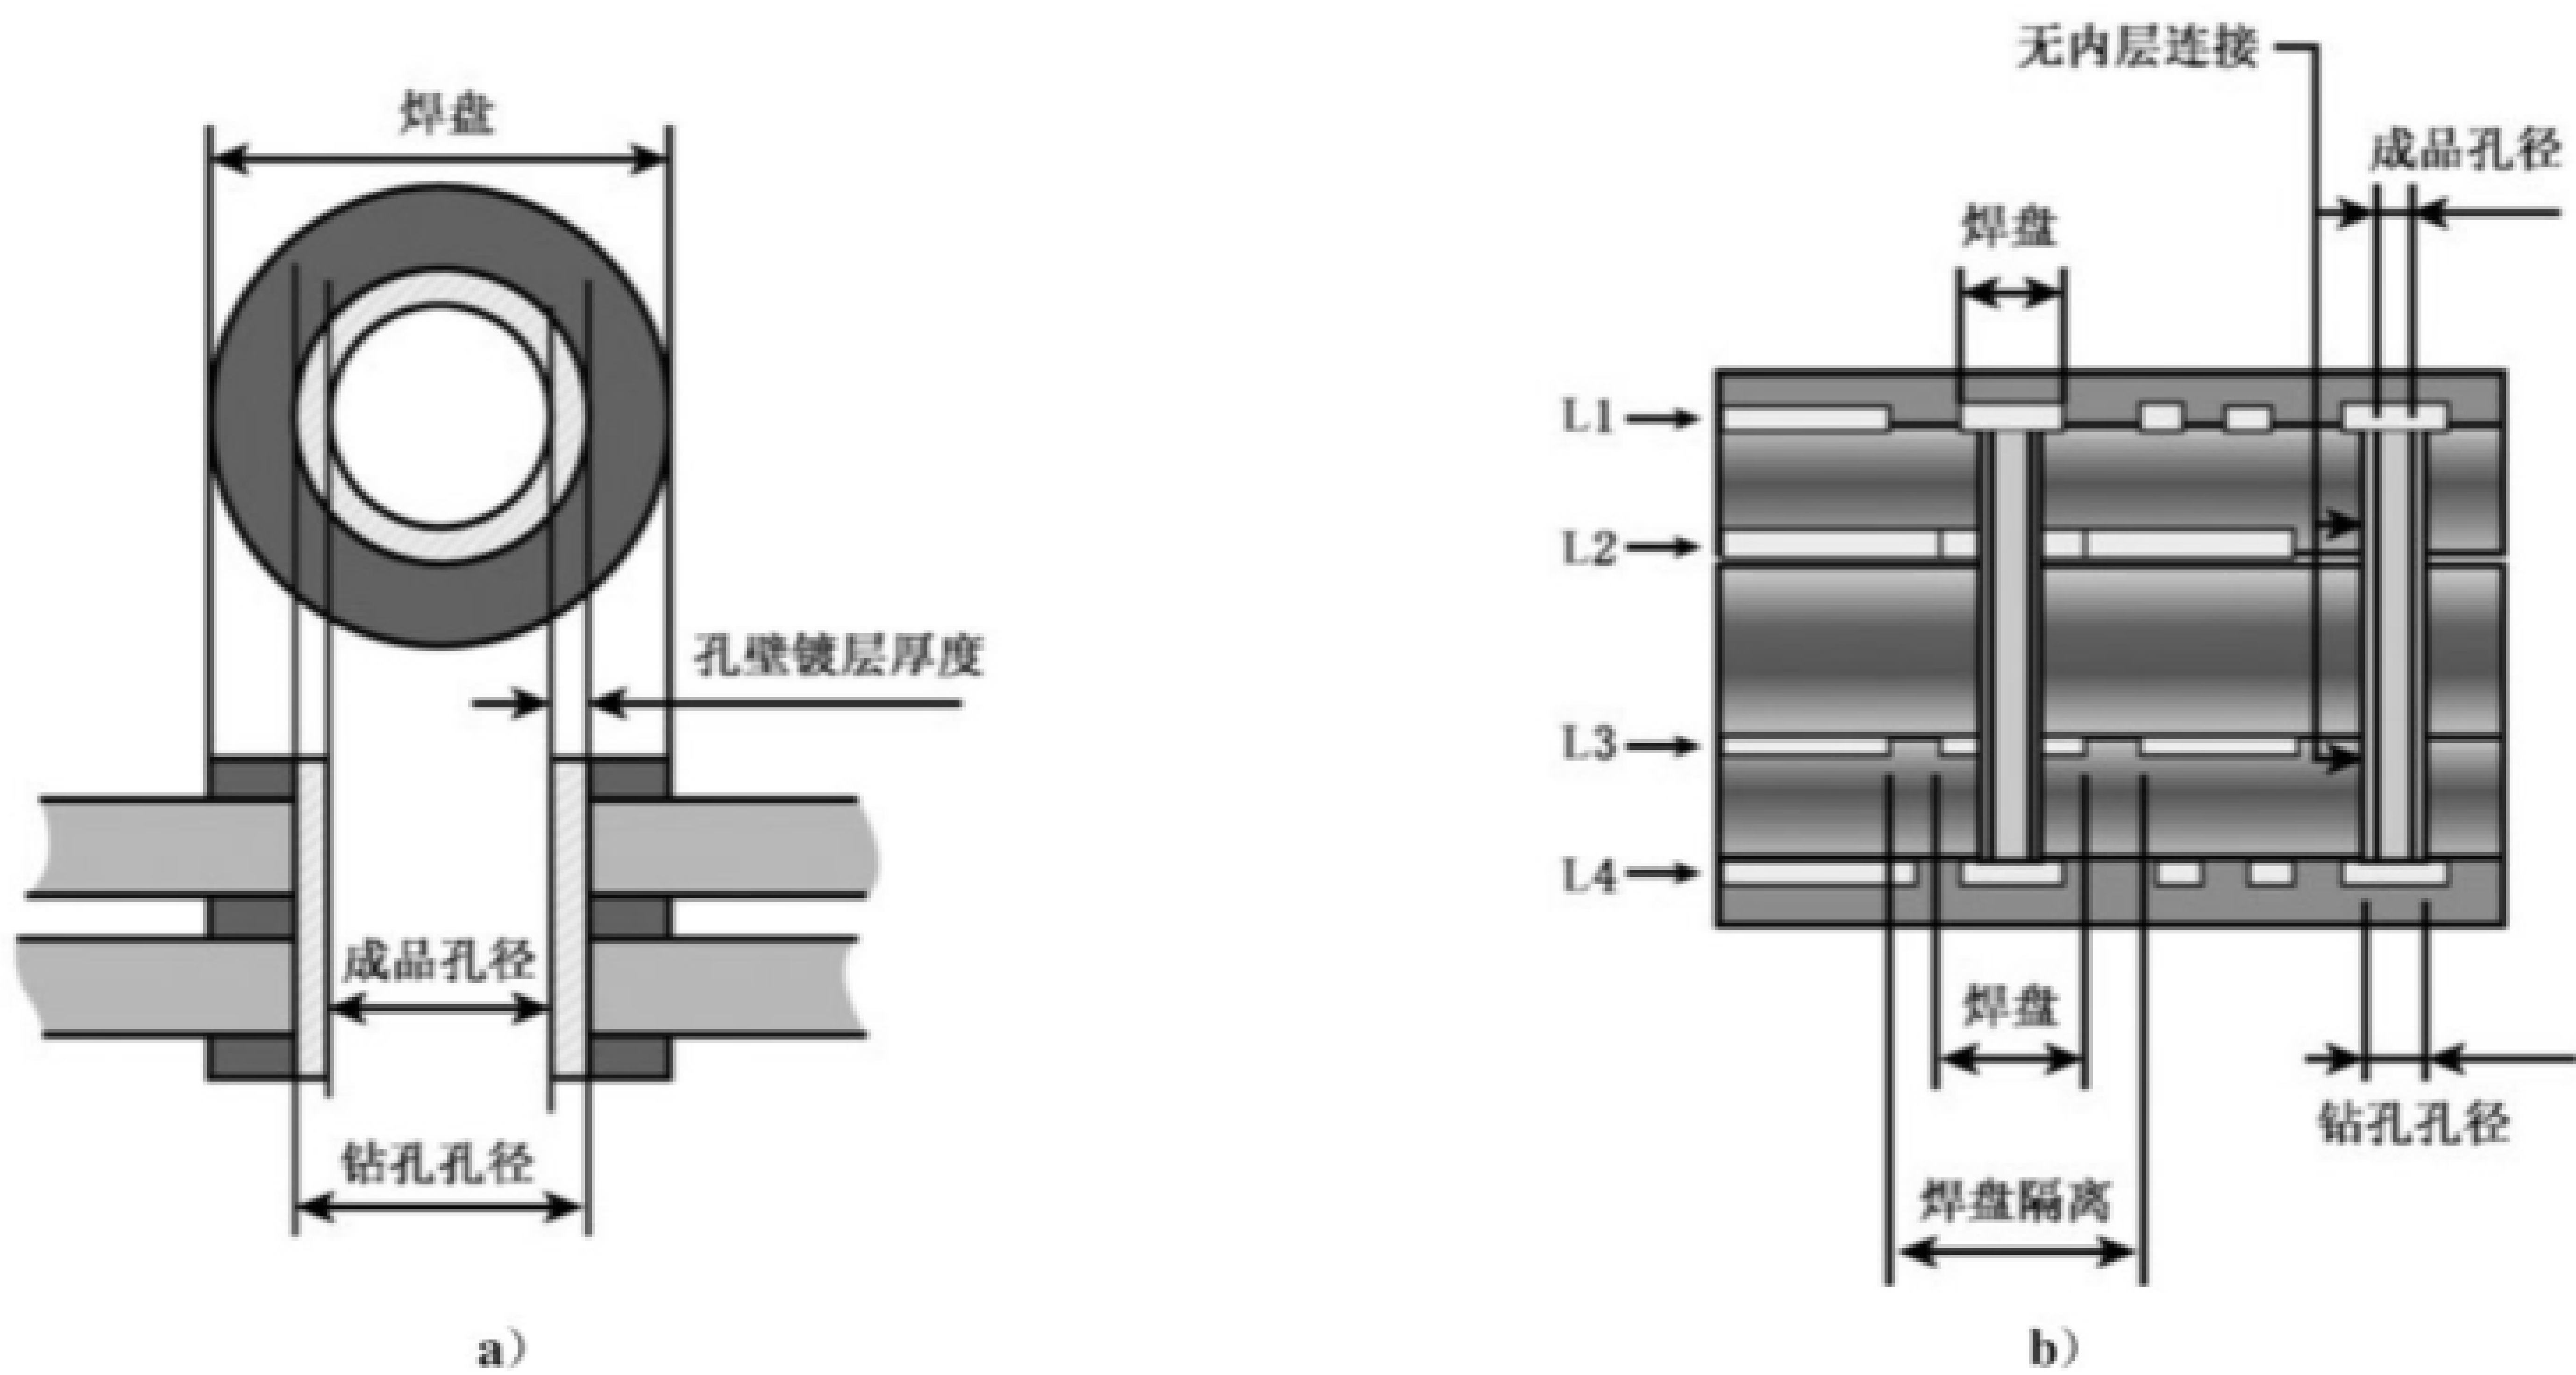

图 16 导通孔结构示例
- b) type:此属性指定形状如何用于导通孔结构,图 16 为一个导通孔结构示例,值应为下列之一: